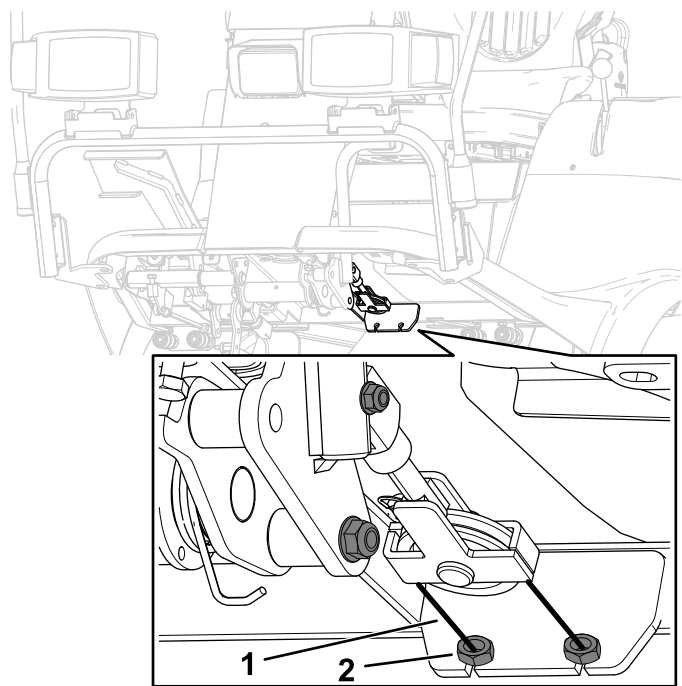

Figura 87
3. Dacă este necesară reglarea, slăbiți contrapiuliile din față i din spate de pe fiecare parte a cablurilor de frână (**Figura 87**).